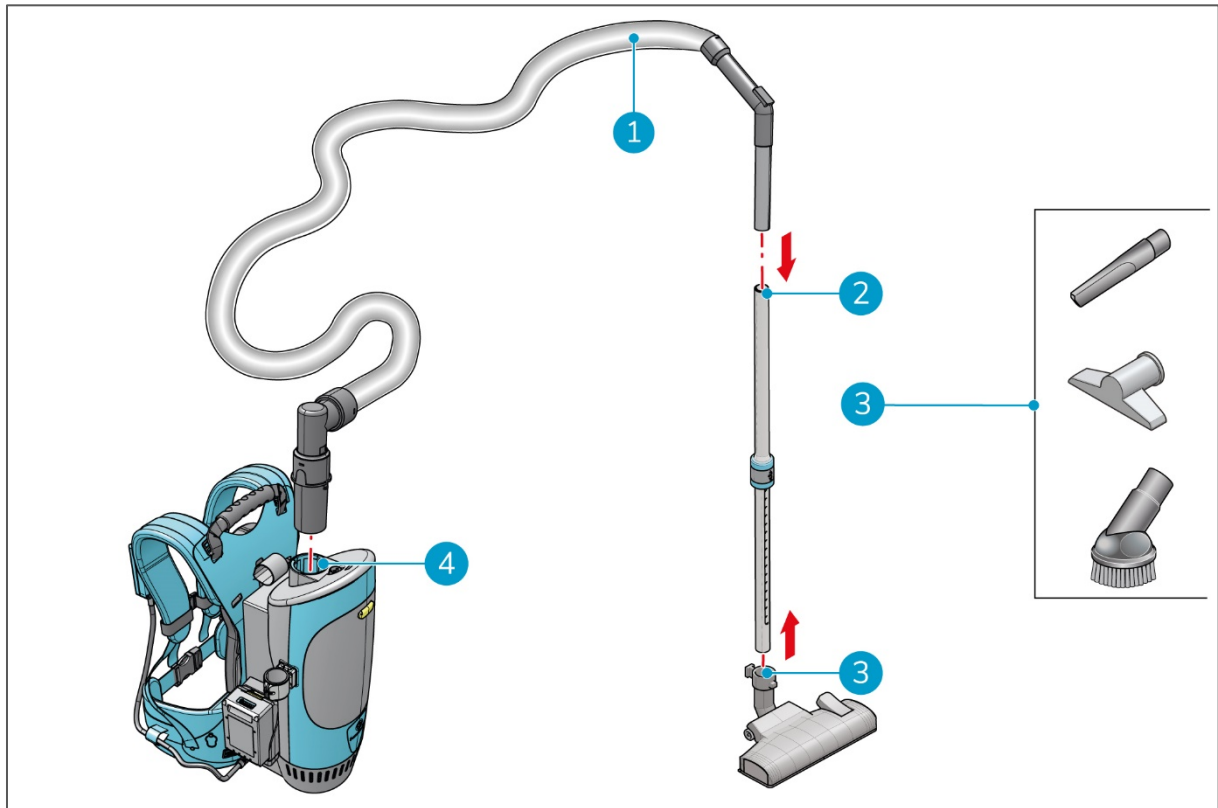

Figura 7
1. Inserta la manguera (Figura 7, pos. 1) en el cuerpo de la i-move 2.5B® (Figura 7, pos. 4) y en el tubo (Figura 7, pos. 2).
2. Fija la herramienta deseada (Figura 7, pos. 3) en el extremo estrecho del tubo.